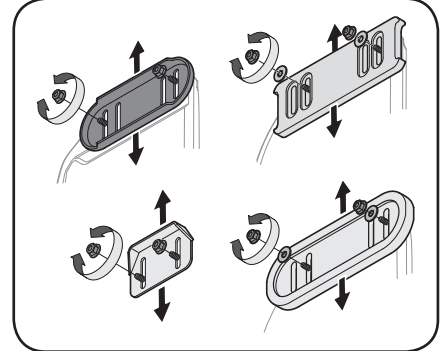

Figure 2-44
3. Serrez les boulons, rondelles (si équipé) et les écrous à fond. Voir la Figure 2-44.